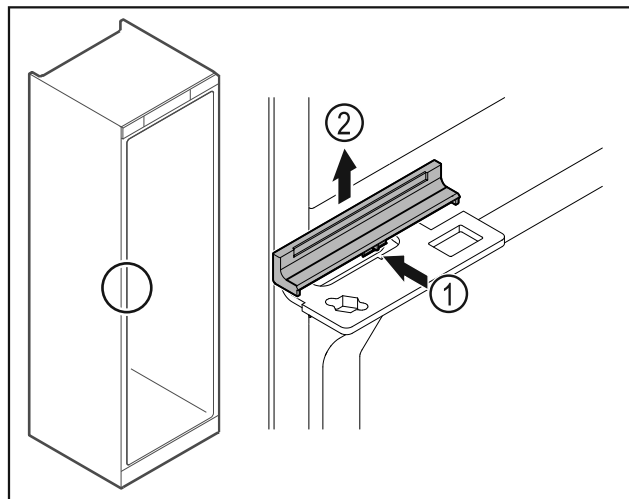

Fig. 48
- Tryck in skyddet Fig. 48 (1) något i mitten och ta av det uppåt Fig. 48 (2).